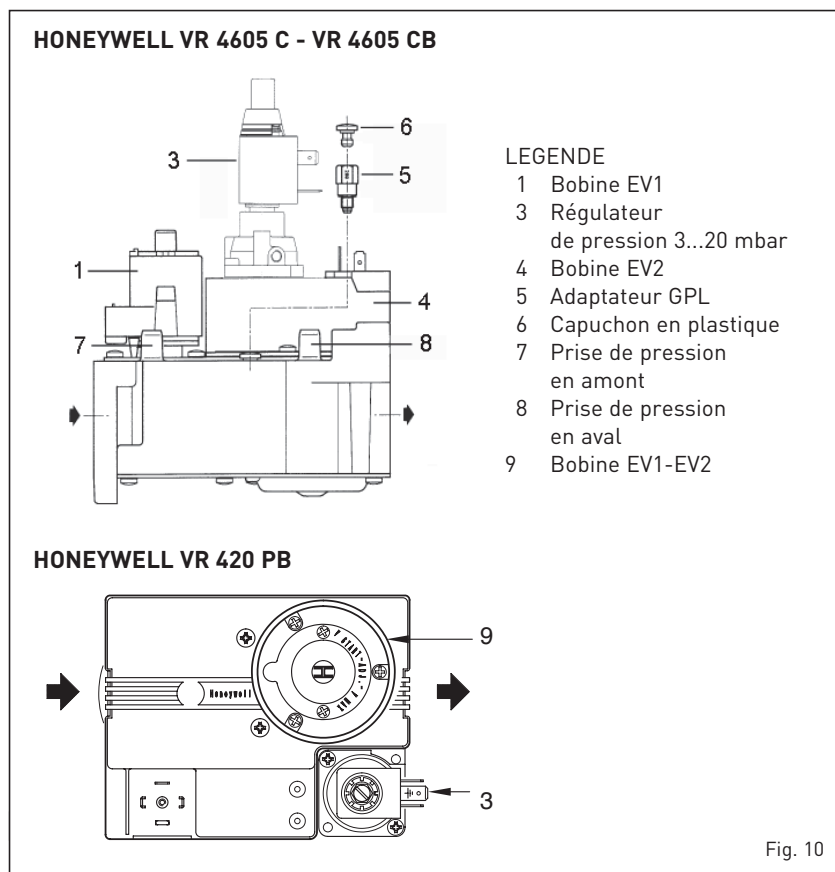

Fig. 10
4.1 VANNE DU GAZ (fig. 10)
La chaudière "RMG Mk.II" est produite en série avec la vanne gaz HONEYWELL VR 4605 C (modèles "70 - 80"), VR 4605 CB (modèles "90 - 100") et VR 420 PB (modèles "110"). Lors du premier allumage de la chaudière, il est toujours conseillé de purger la tuyauterie en actionnant la prise de pression en amont de la vanne (7 fig. 10 - 9 fig. 2).
gaz butane (G30) ou propane (G31), il faut remplacer les injecteurs principales livrés en kit sur demande, les régulateur de pression (3...20 mbar) avec les régulateur de pression (4...37 mbar) et, pour éviter que la chaudière se bloque lors des démarrages à froid, appliquer lors des vers. "70+100 Mk.II" l'adaptateur code 6248303 sur la vanne gaz (5 fig. 10). Pour régler la puissance du chauffage, se conformer aux instructions du point 4.2.